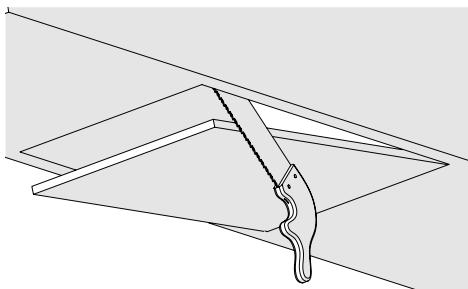

Рис. 7
- Выпишите нижнюю часть шкафа, где будет установлена вытяжка, в соответствии с размерами, указанными на техническом чертеже (Рис. 7).